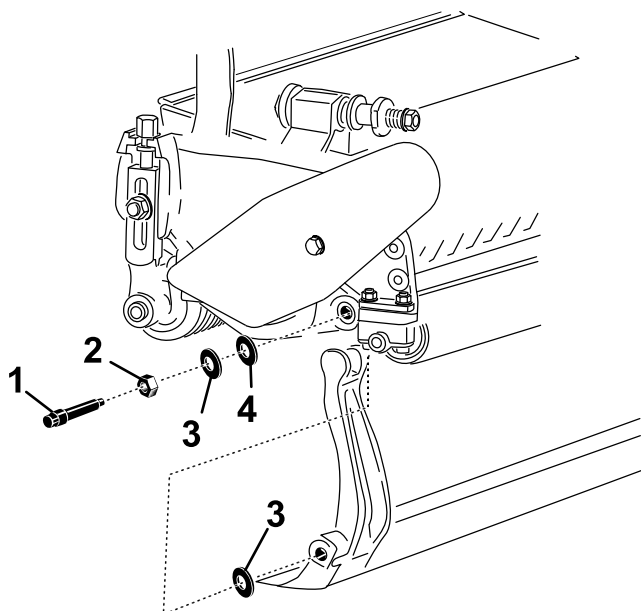

Figure 22
Mettez de côté 2 rondelles en nylon et 1 rondelle en acier à chaque extrémité de la barre d'appui (Figure 22).
- Placez une rondelle en nylon de chaque côté du bossage de la plaque latérale. Placez une rondelle en acier à l'extérieur de chaque rondelle en nylon (Figure 22).